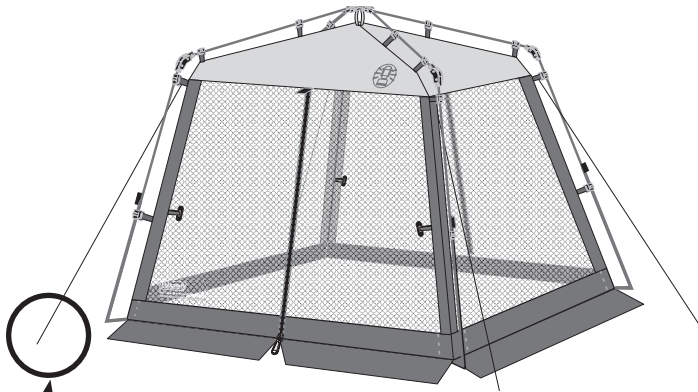
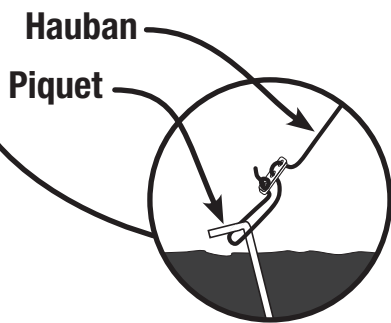

Fig. 7
Fig. 8
- Attachez et ancrez les haubans. (Fig. 7 and Fig. 8)
- Enlevez les haubans et les piquets. (Fig. 7 and Fig. 8)